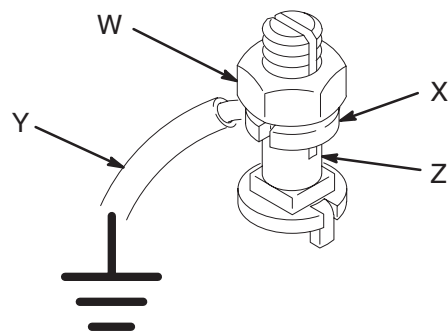

Abb. 2 0864
*An allen anderen Pumpen:* Erdungsleiter und Klammer verwenden. Siehe Abb. 2. Sicherungsmutter (W) und Unterlegscheibe (X) des Erdungszapfens lösen. Ein Ende eines Erdungsleiters (Y) mit mindestens 1,5 mm2 Querschnitt (Stärke 12) in den Schlitz im Zapfen (Z) stecken und die Sicherungsmutter sicher festziehen. Das andere Ende des Leiters an Erde legen. Artikel-Nr. 237569, Erdungsleiter und Klammer, bestellen.